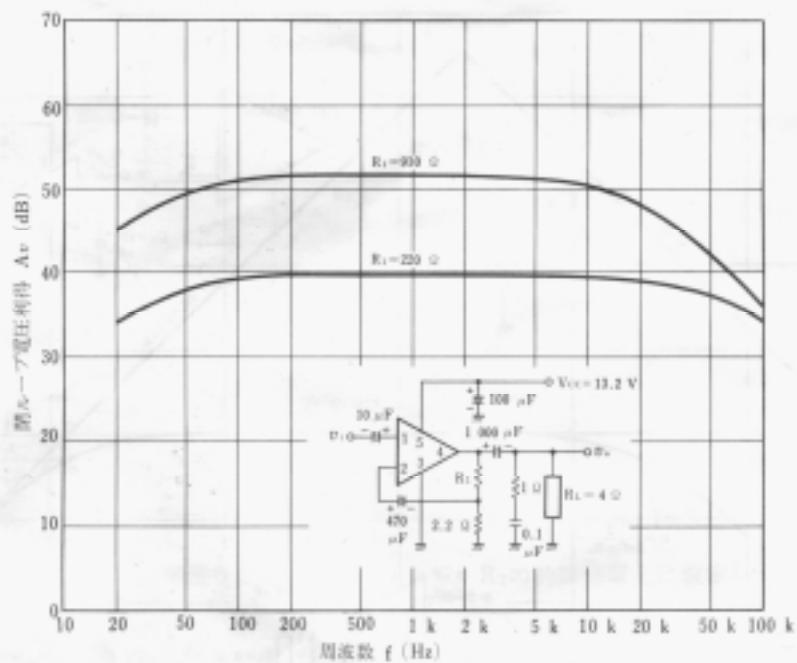

図4 閉ループ電圧利得 対 周波数 特性
- (1) 回路Aの方法は、外付部品が少なく、設計できますが、他の方法に比べ R_1 の値が高くなり、電源リップルの影響を受けやすくなります。また、利得がIC内蔵の帰還抵抗 R_0 に依存しますので、利得のバラツキが多くなります。
- (2) 回路Bの方法は、回路Aの欠点を改善したもので、 R_1 の値を R_0 よりも十分に低く選ぶことにより、利得のバラツキが少なくなります。さらに、 R_2 の値が低く選定できますので、電源リップルの影響も少なくなります。図4に回路Bによる開ループ電圧利得対周波数特性を示します。
- (3) 回路Cの方法は、基本的には、回路Bと同様ですが、利得を決定している R_1 および R_2 に直列に容量 C_1 および C_2 が接続されています。